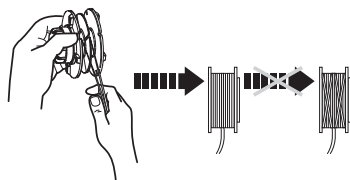

Fig. 32
6. Enroulez fermement les fils de coupe autour de la bobine dans le sens des flèches de la bobine (18c) (Fig. 32).